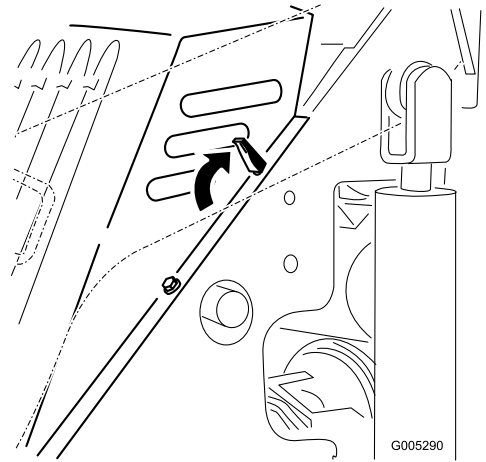

Figura 17
4. Abra las 4 pestañas de cierre (Figura 17).
1. Coloque el capó sobre el chasis de la máquina, encajando los soportes del capó en los taladros del chasis (Figura 17).
2. Fije el capó presionando las pestañas de cierre hacia delante y hacia abajo (Figura 17).